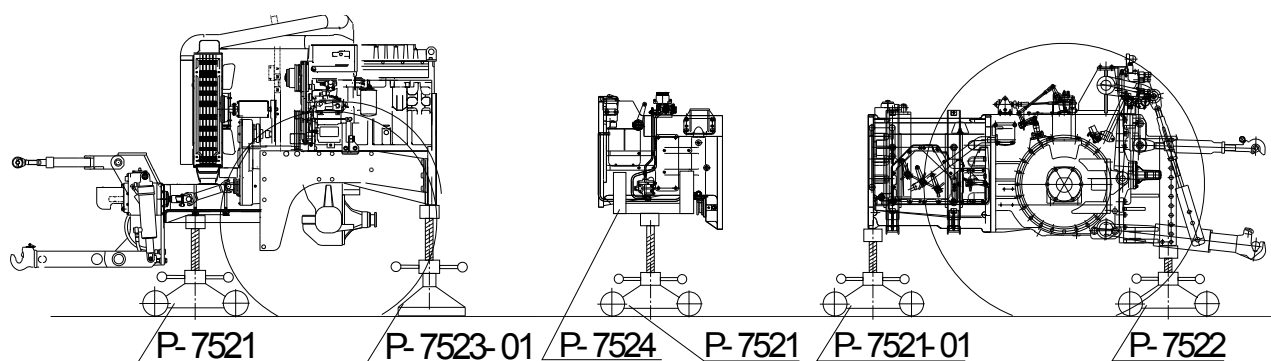

Рис.4.4 Демонтаж корпуса сцепления.
11) подведите под корпус коробки передач опору винтовую P-7521-01, (рисунок 4.4), до полного контакта с поверхностью коробки;
13) установите подставку узловую P-7524 на опору винтовую P-7521 и подведите её под корпус муфты сцепления до полного контакта с поверхностью корпуса, (рисунок 4.4);
15) для обеспечения устойчивого положения задней части трактора установите опору заднюю P-7522 под кронштейн задней навесной системы, (рисунок 4.4).